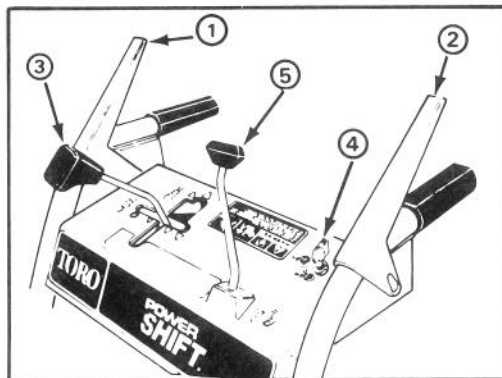

Abbildung 9
Räumwerkupplungshebel (Abb. 9)—Dieser Hebel hat zwei Stellungen: EIN und AUS. Zum Einschalten des Räumwerks und Gebläses den Hebel zum linken Griffholm drücken. Um den Antrieb zu stoppen, den Hebel loslassen.
Antriebshebel (Abb. 9)—Dieser Schalter hat vier Gänge nach vorwärts und zwei nach rückwärts; er steuert auch den Power Shift-Betrieb der Räder.
Räumwerk-Sperre (Abb. 9)—Wenn sowohl der Räumwerkupplungshebel als auch der Antriebshebel gedrückt werden, sperrt der Antriebshebel den Räumwerkupplungshebel nach unten. Durch Freigabe des Antriebshebels wird der Räumwerkupplungshebel freigegeben..
Auswurfkontrolle (Abb. 9)—Auswurfkontrolle im Uhrzeigersinn rotieren, um den Auswurf nach rechts zu bewegen, und gegen den Uhrzeigersinn, um den Auswurf nach links zu bewegen.
Auswurfkontrolle (Abb. 9) — Auswurfkontrolle im Uhrzeigersinn rotieren, um den Auswurf nach rechts zu bewegen, und gegen den Uhrzeigersinn, um den Auswurf nach links zu bewegen.
Zündschloß (Abb. 9)—Das Zündschloß hat zwei Stellungen: EIN und AUS. Den Zündschlüssel EIN drehen, ehe der Motor mit dem Rücklaufstarter angeworfen wird. Zum Abstellen des Motors den Schlüssel auf AUS drehen.
1. Die Speed-Shift-Steuerung in die Leerlaufstellung (N) und die Drossel auf "schnell" (FAST) stellen (Abb. 9).
4. Den Zündschlüssel auf EIN drehen (Abb. 9).
1. Räumwerkkipplungshebel und Antriebshebel lösen (Abb. 9).